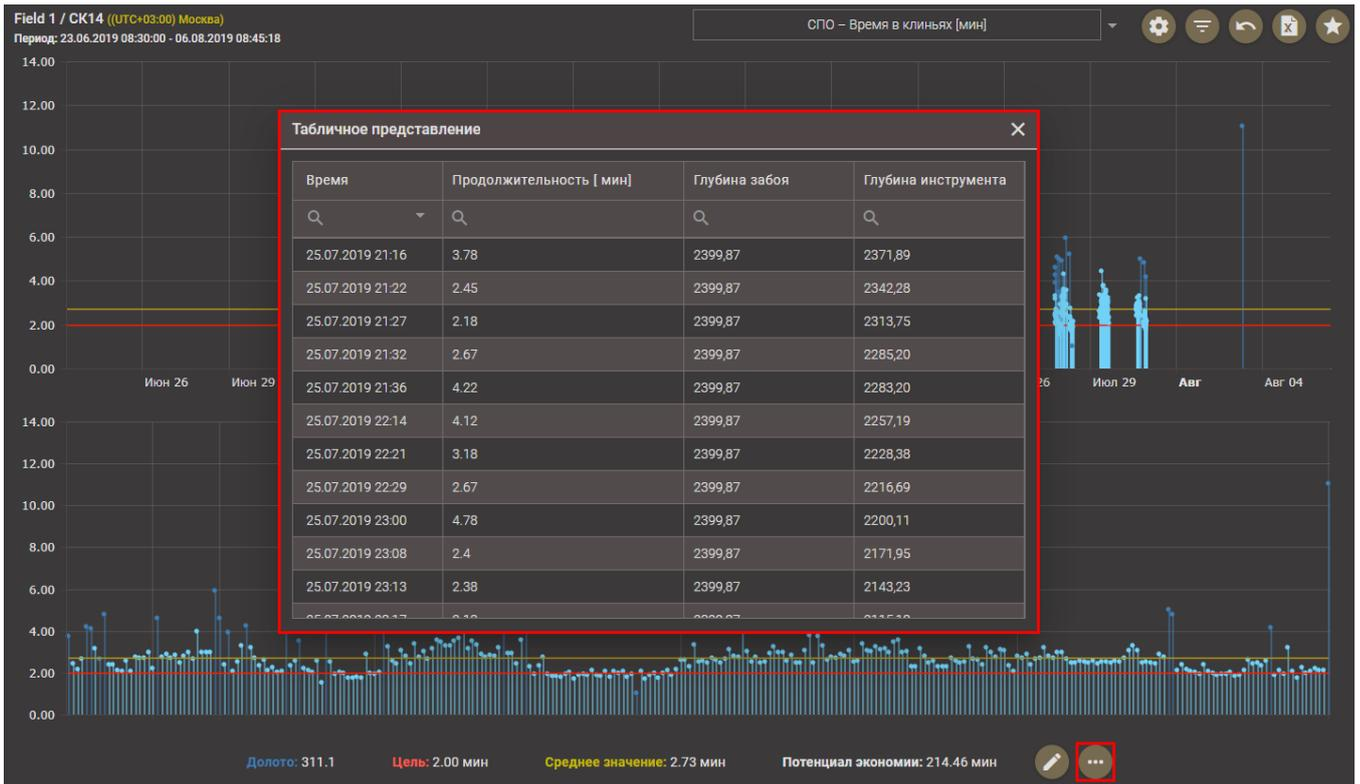

Рис. 2.54
4) В области отображения по нажатию на кнопку  откроется окно ТАБЛИЧНОЕ ПРЕДСТАВЛЕНИЕ (рис. 2.54), в котором будут отображены следующие параметры: